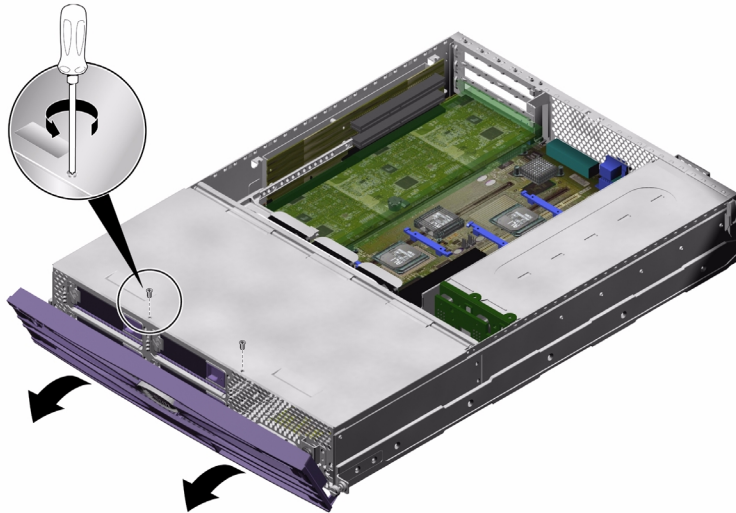

ABBILDUNG 1-2 Lage der Schrauben am vorderen Teil der Gehäuseabdeckung
2. Lösen Sie die Schrauben, mit denen der vordere Teil der Gehäuseabdeckung am Gehäuse befestigt ist (siehe ABBILDUNG 1-2).